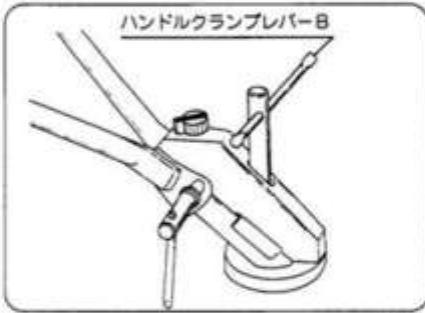

図20
- 左右の回動はハンドルクランプレバーBを緩めて、左右にハンドルを移動してください。菊座綿付けで12度毎の固定が可能です。(図20・21)